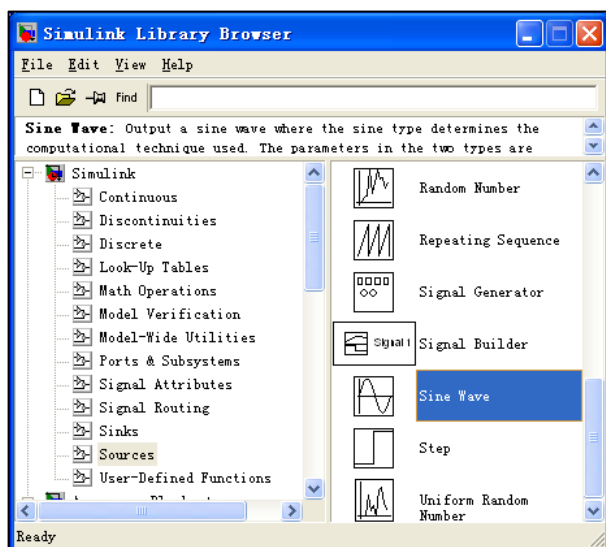

图 7.2 Simulink 界面
(2) 单击工具栏上的  图标或选择菜单 “File” —— “New” —— “Model”，新建一个名为 “untitled” 的空白模型窗口。
(3) 在上图的右侧子模块窗口中，单击 “Source” 子模块库前的 “+” (或双击 Source)，或者直接在左侧模块和工具箱栏单击 Simulink 下的 Source 子模块库，便可看到各种输入源模块。
(4) 用鼠标单击所需要的输入信号源模块 “Sine Wave” (正弦信号)，将其拖放到的空白模型窗口 “untitled”，则 “Sine Wave” 模块就被添加到 untitled 窗口；也可以用鼠标选中 “Sine Wave” 模块，单击鼠标右键，在快捷菜单中选择 “add to 'untitled' ” 命令，就可以将 “Sine Wave” 模块添加到 untitled 窗口，如图 7.2 所示。